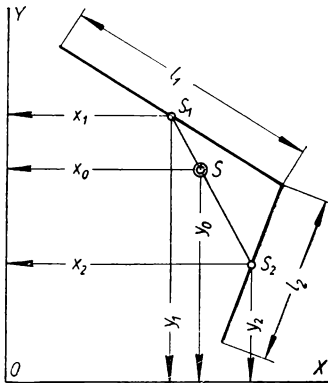

Bild 64
**203.** Wie werden die Koordinaten  $x_0$  und  $y_0$  des Schwerpunkts  $S$  eines gebrochenen Linienzuges  $l_1 l_2$  (Bild 64) berechnet?
**Lösung:** Die „materiellen“ Geraden  $l_1$  und  $l_2$  haben gleichmäßig verteilte Massen; daher liegen ihre Schwerpunkte  $S_1$  und  $S_2$  in ihren Mitten. Der Linienzug samt dem Achsenkreuze  $XOY$  werde in waagerechter Ebene liegend gedacht. Dann bilden die Gewichte  $G_1$  und  $G_2$  der Geraden, in  $S_1$  und  $S_2$  angreifend, zwei senkrechte Parallelkräfte, sind also in Bild 64 senkrecht zur Papierfläche gerichtet. Ihre Mittelkraft ( $G_1 + G_2$ ) muß in die Ebene der beiden Einzelkräfte fallen, d. h., der Angriffspunkt  $S$  der Mittelkraft muß auf der Verbindungsgeraden  $S_1 S_2$  liegen.